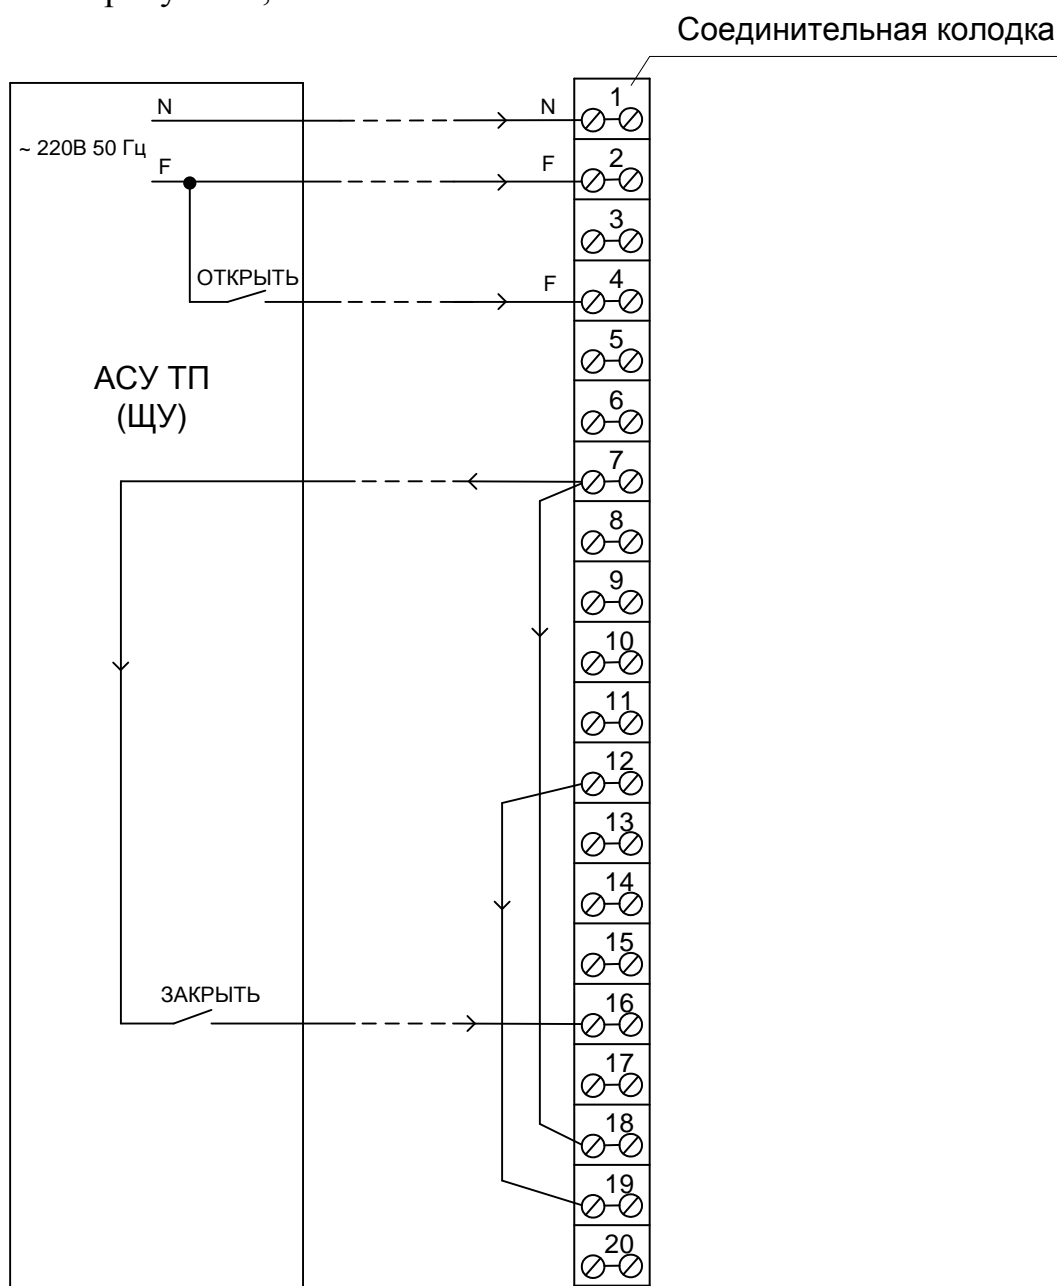

Рисунок 2. Подключение питания и управления блока БУПУ по варианту 1
**а) при отсутствии источника гарантированного питания постоянным напряжением 220 В (см. рисунок 2):**